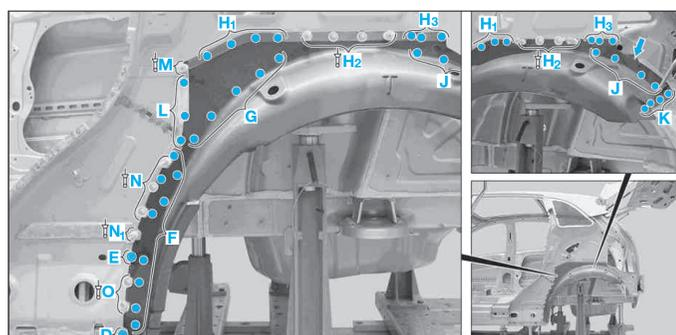

FIG. 110
- Riveter le passage de roue extérieur (rivet Polygrip à tête plate, tête ronde de Ø 6,4 x 14 mm) dans les zones (H₂), (M), (N) et (O) (Fig.110).